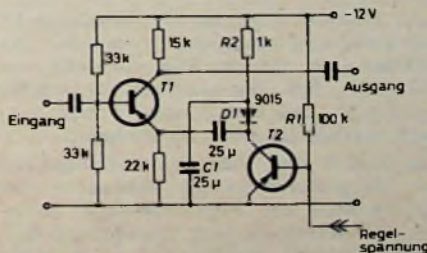
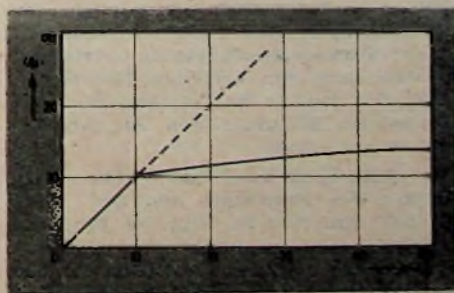

Bild 5. Verstärkungsregelung unter Verwendung der Diode 9015
Bild 6. Abhängigkeit der Ausgangsspannung von der Eingangsspannung bei einer Verstärkungsregelung nach Bild 5 und einer Frequenz von 1000 Hz
Mit der Schaltung nach Bild 5 läßt sich bei Verwendung dieser Diode ein Regel-
Bild 6 zeigt die Abhängigkeit der Ausgangsspannung von der Eingangsspannung bei einer Frequenz von 1000 Hz. Für wesentlich höhere Eingangsspannungen als 250 mV wird die Regelung unwirksam, weil die Diode dabei ihren maximalen Sperrwiderstand erreicht und die Verstärkung des gegengekoppelten Transistors dann konstant bleibt. Diese maximal zulässige Eingangsspannung läßt sich noch erhöhen, wenn man den Emittewiderstand vergrößert. Wie man Bild 5 entnehmen kann, wird der Diode D1 die Regelspannung nicht unmittelbar zugeführt, sondern es erfolgt zunächst eine Verstärkung im vorgeschalteten Transistor T2. Die Basis von T2 ist über R1 negativ vorgespannt, so daß bei kleinen Eingangssignalen durch T2 ein hoher Kollektorstrom fließt, der den differentiellen Widerstand der Diode entsprechend Gl. (3) reduziert.